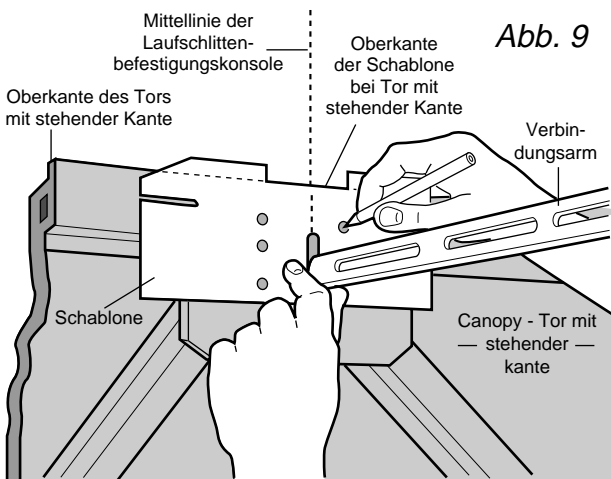

Abb. 9
- Um beim Tor mit stehender Kante die richtige Anordnung der Löcher in der Vertikalen zu erzielen, Lappen der Schablone *nicht zurückbiegen* (Abb. 9). Statt dessen wird die punktierte horizontale Linie oben an der stehenden Kante angelegt.